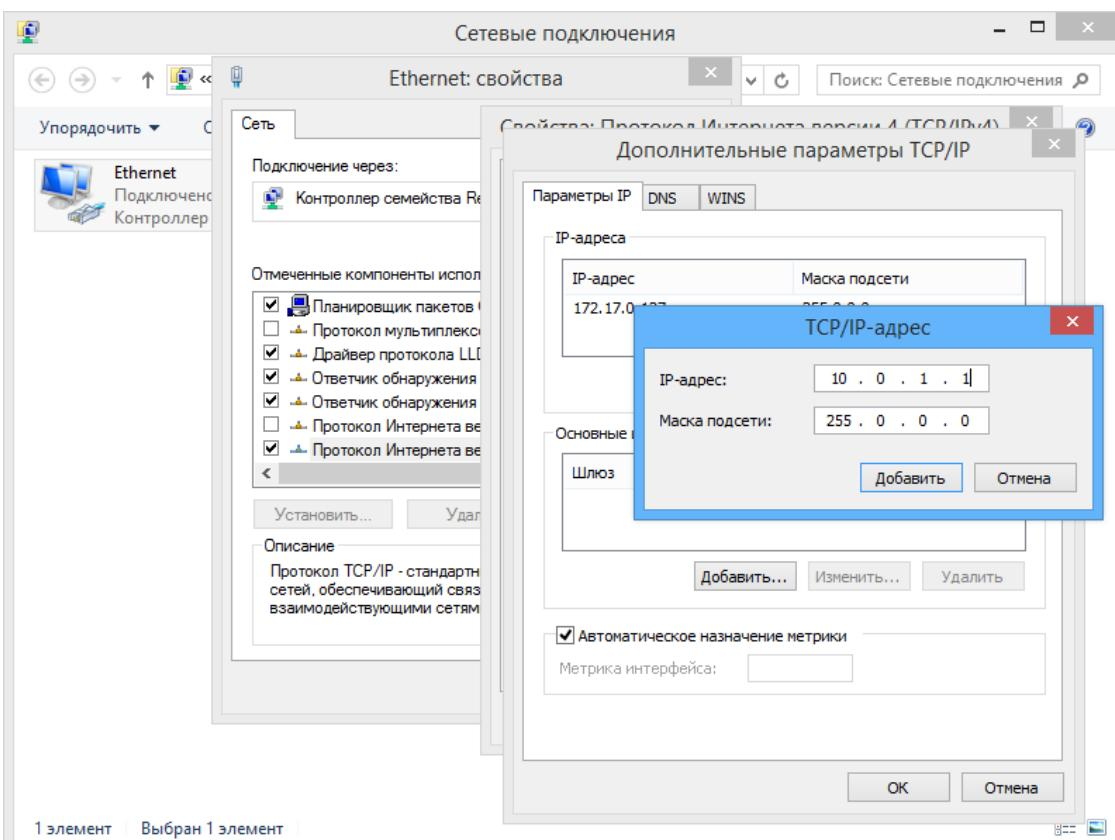

Рисунок 12. Добавление IP-адреса ПК
- Отсутствуют сетевые настройки в компьютере** – установите IP-адрес и маску подсети компьютера. Контроллер при этом должен быть подключен либо непосредственно к сетевому разъему сетевой карты компьютера, либо к тому же Hub/Switch, в который включен компьютер (см. рис. 12).